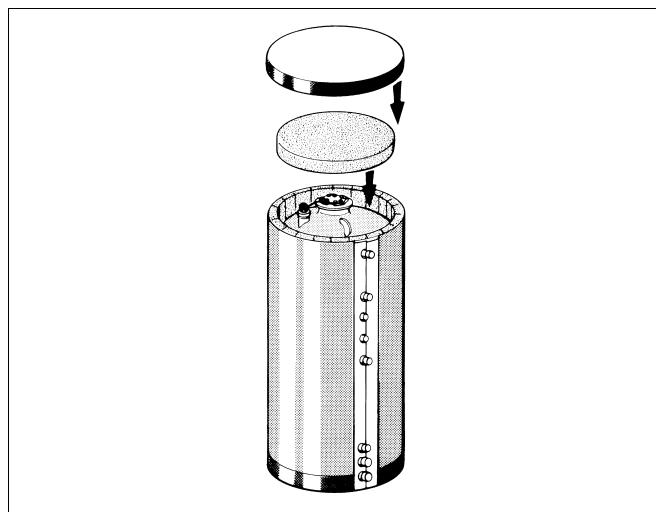

Рис. 12 Монтаж теплоизоляции
Перед замыканием теплоизоляционного мата нужно тщательно проложить датчики проводов по корпусу бака. Оптимальная температура для монтажа теплоизоляции составляет +15 °C. Лёгкое постукивание по теплоизоляции в направлении замков облегчает соединение обоих концов мата (рис. 12).
- ▶ Уложите на крышку люка верхний теплоизоляционный круг так, чтобы он соединялся с теплоизоляционным матом (рис. 12).
- ▶ Наденьте пластмассовую крышку бака на теплоизоляционный круг и край теплоизоляционного мата (рис. 12).
- ▶ Снимите крышку с бака (рис. 12).
- ▶ Снимите верхний теплоизоляционный круг (рис. 12).
- ▶ Наденьте крышку бака (рис. 12).